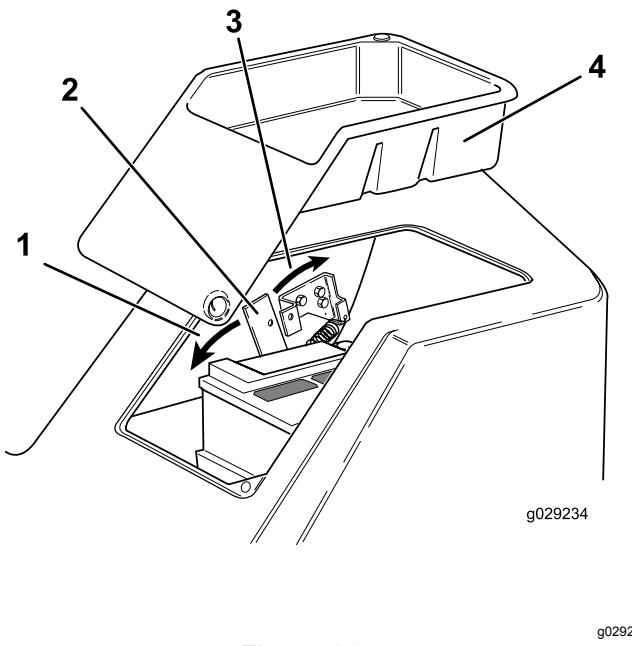

Figure 23
2. Débloquez et déposez le bac à outils situé sur le côté gauche de la plateforme (Figure 23).
4. Déplacez la poignée de verrouillage vers l'avant de la machine jusqu'à ce que les crochets du verrou soient dégagés de la barre de verrouillage et élévez la plateforme (Figure 23).